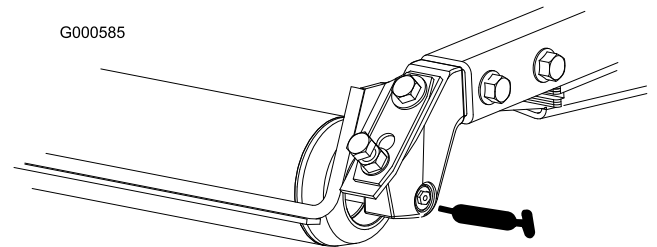

図 29
- ・ 後ローラのベアリング (各Cuttingユニットに2ヶ所) (図 29)
注 ローラの注入部 (図 29) 面一フィッティングなので、グリスガン用ノズル・アダプタが必要です。パーツ番号は P/N 107-1998。ご注文は Toro 代理店へ。